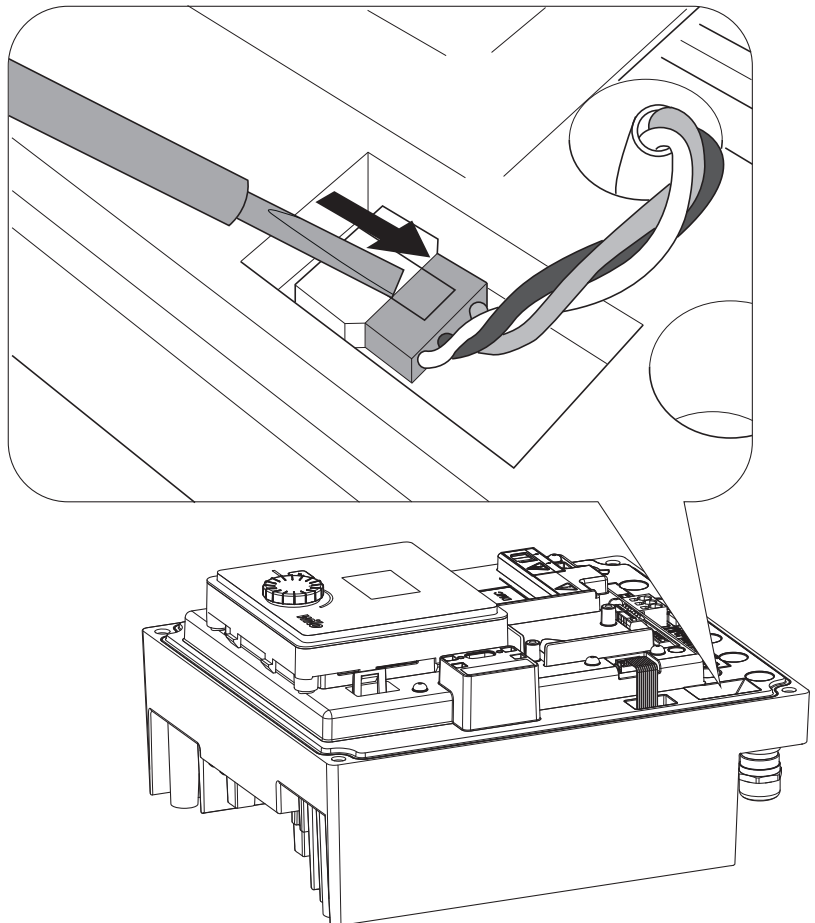

Fig. 46: Mooduli ventilaatori ühenduskaabli vabastamine
- Vabastage mooduli ventilaatori ühenduskaabel. (Fig. 46).